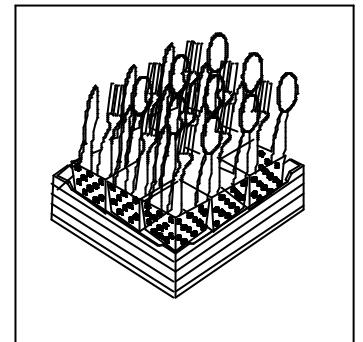

Fig. 13
- Colocar los cubiertos en los cubiletes con el mango hacia abajo (Fig. 13). Mezclar las cucharas con tenedores y cuchillos.